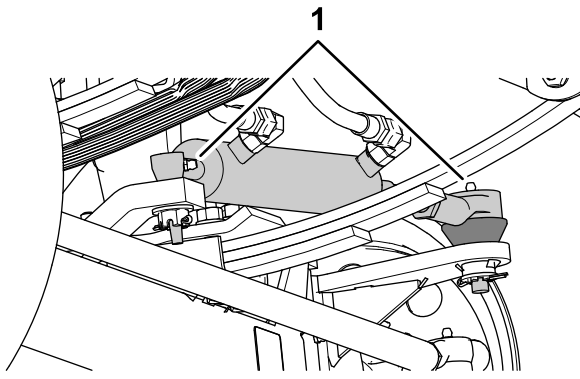
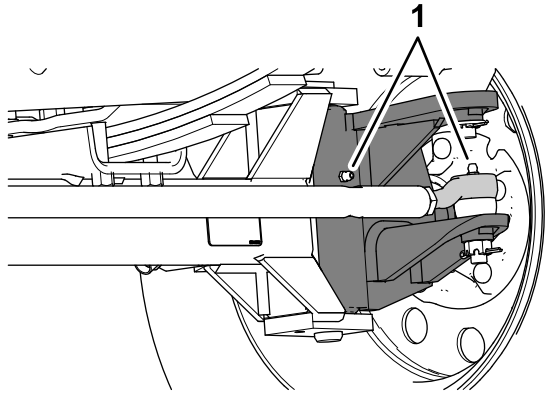

图 63
图 64
1. 将黄油嘴擦拭干净图 63 和图 64。
2. 用黄油枪将润滑脂打入到黄油嘴图 63 和图 64。
**注意** 黄油嘴的位置如图 63 中所示。